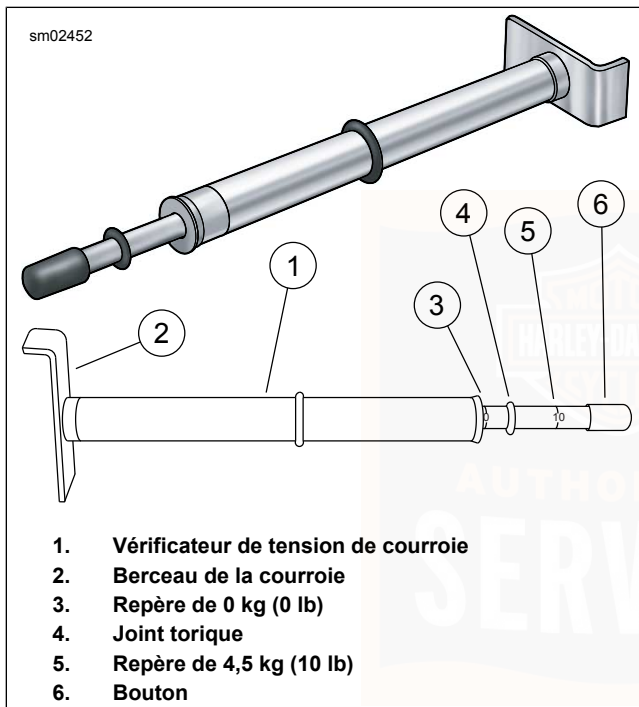
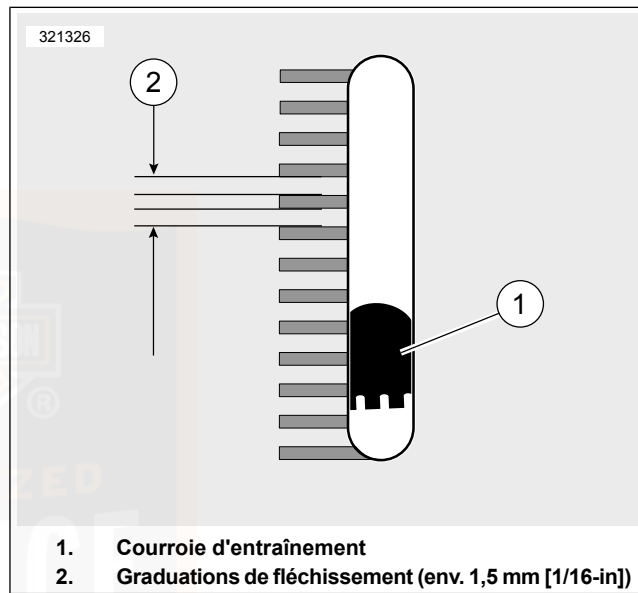

Figure 63. Vérificateur de tension de courroie
Figure 64. Fenêtre de fléchissement de la courroie
3. Voir Figure 63. Mesurer le fléchissement de la courroie à l'aide de BELT TENSION GAUGE (VÉRIFICATEUR DE TENSION DE COURROIE) (N° DE PIÈCE : HD-35381-A) :
- a. Faire glisser le joint torique (4) vers le repère de 0 (3).
- b. **Modèles équipés d'une fenêtre de fléchissement de courroie** : ajuster le berceau de la courroie (2) contre le bas de la courroie d'entraînement en alignement avec la fenêtre de fléchissement de courroie.
- c. **Tous les autres modèles** : ajuster le berceau de courroie (2) contre le bas de la courroie d'entraînement à mi-chemin entre les poulies d'entraînement.
- d. Pousser le bouton (6) vers le haut jusqu'à ce que le joint torique s'abaisse vers le repère de 4,54 kg (10 lb) (5) et s'immobilise.
- a. **Modèles équipés d'une fenêtre de fléchissement de courroie** : voir Figure 64. Mesurer le fléchissement de la courroie tel qu'il apparaît dans la fenêtre de fléchissement de la courroie tout en maintenant fixe le vérificateur. Chaque graduation de fléchissement est environ 1,6 mm (1/16 in).